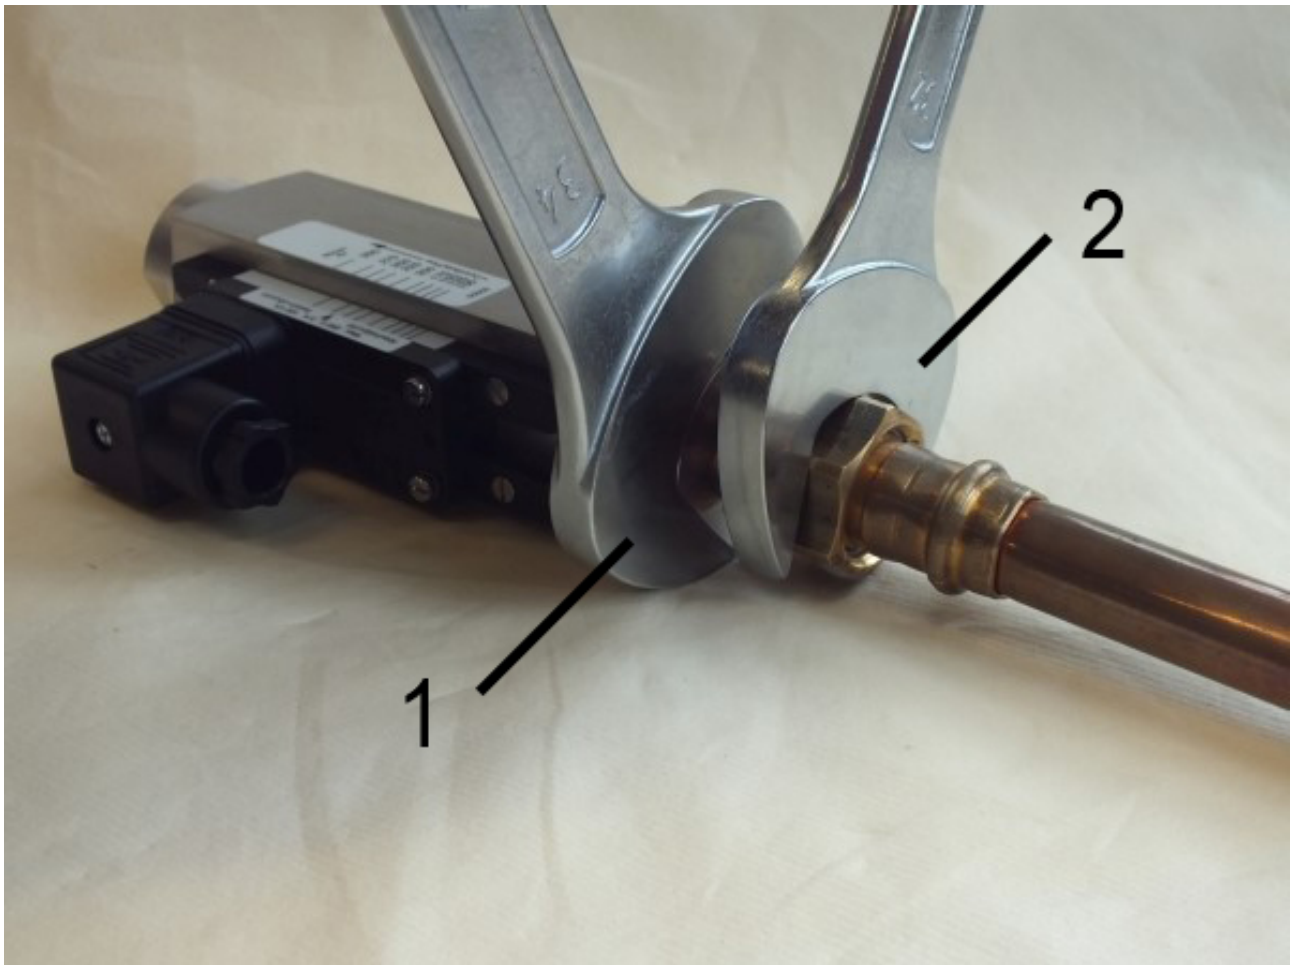

Abb. 11: Gerät einschrauben
3. ➤ Übergangsverschraubung (Abb. 11/2) unter Gegenhalten des Gerätekörpers (Abb. 11/1) weiter eindrehen, bis die Verbindung dicht ist